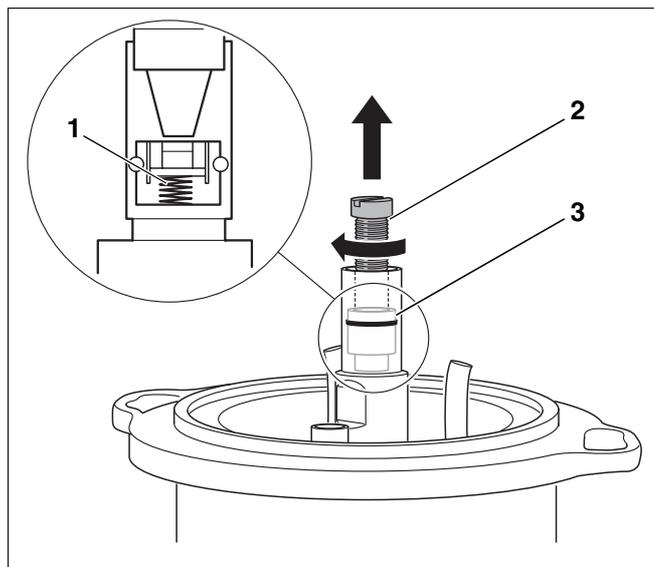

Abb. 30 Abschlussventil austauschen
Das Abschlussventil (Abb. 30, **Pos. 3**) im Ölvorwärmer arbeitet wie ein Rückschlagventil. Wenn die Ölpumpe in Betrieb ist, drückt sie das Öl durch das Abschlussventil. Schaltet sich die Pumpe aus, schließt sich das Abschlussventil über eine Feder (Abb. 30, **Pos. 1**).
- Schraube M5 × 50 (Abb. 30, **Pos. 2**) einschrauben.
- Abschlussventil (Abb. 30, **Pos. 3**) herausziehen.